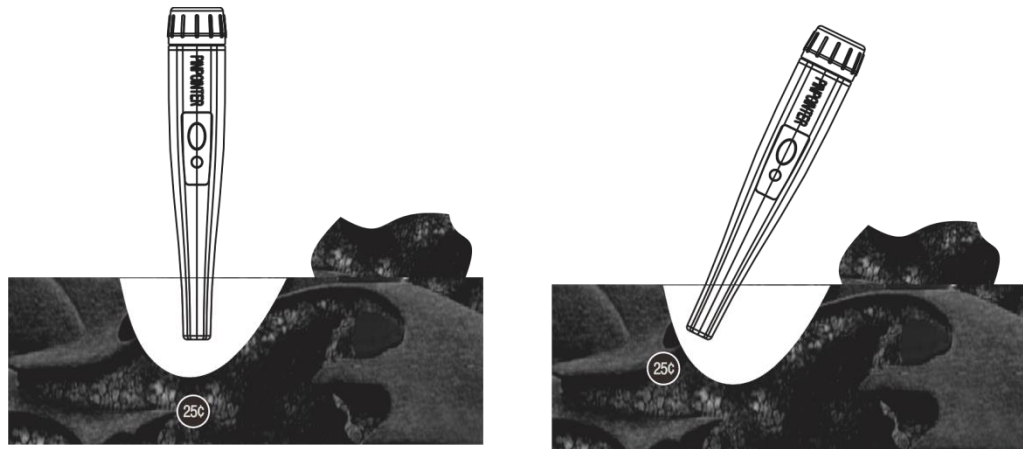

Fig.6
3. Si, lorsque vous analysez le sol creusé, le pinpointer n'émettra pas le signal d'avertissement que vous devriez scanner dans le trou creusé. Veuillez parcourir le bas et le cercle du trou avec l'extrémité du pinpointer lentement pour déterminer la position de l'objet cible, puis creuser à nouveau (voir Figure 6).